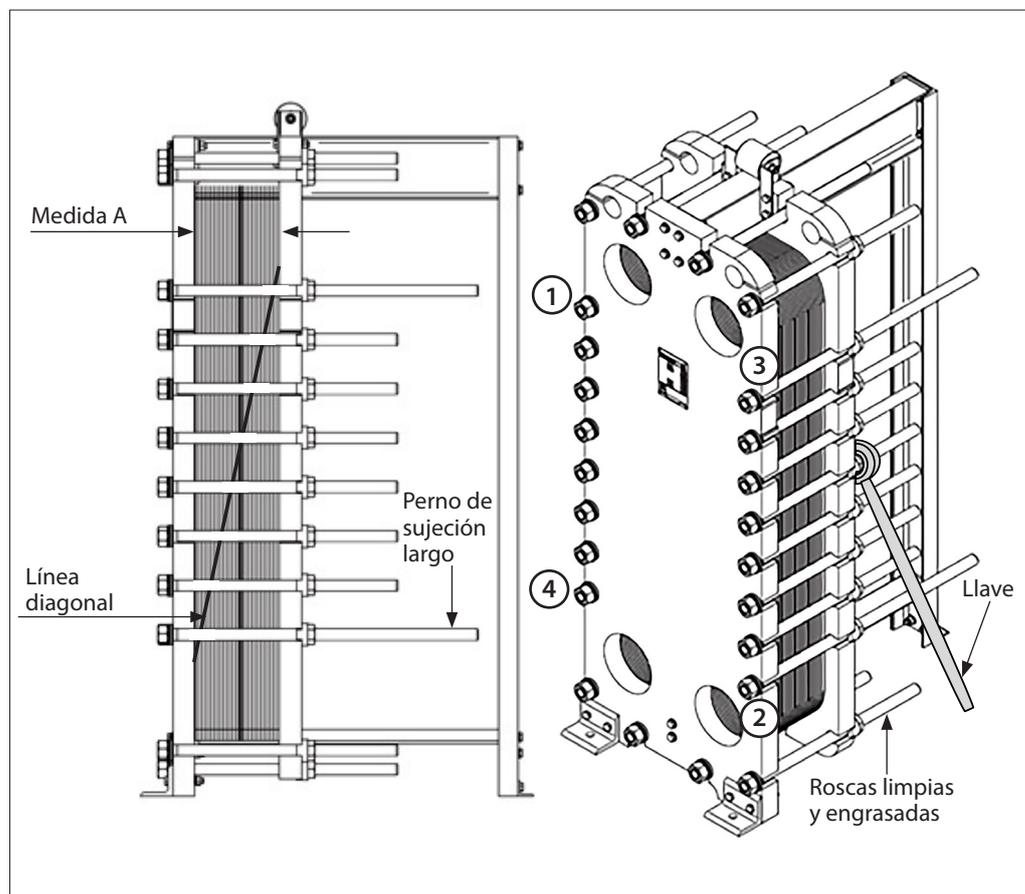

Fig. 14. Cierre del intercambiador de calor de placas. Nota: La medida A nunca debe ser inferior a la medida A mínima (véase la placa de características)
- Coloque los pernos de sujeción largos y apriételos uniformemente en el orden numerado 1, 2, 3, 4 (fig. 14) hasta que note una resistencia, es decir, la leva deberá tener un movimiento de cierre paralelo